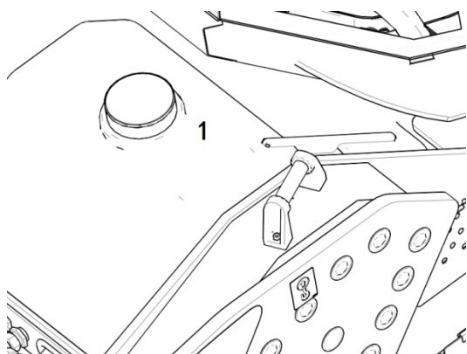

Рис. 3-6 Водораспылительная коробка
5. Долив чистой воды в водяной бак (Рис. 3-6).